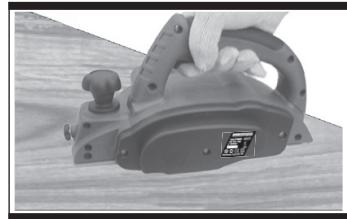

Fig 4
3. GENERAL PLANING OPERATION(see fig4)